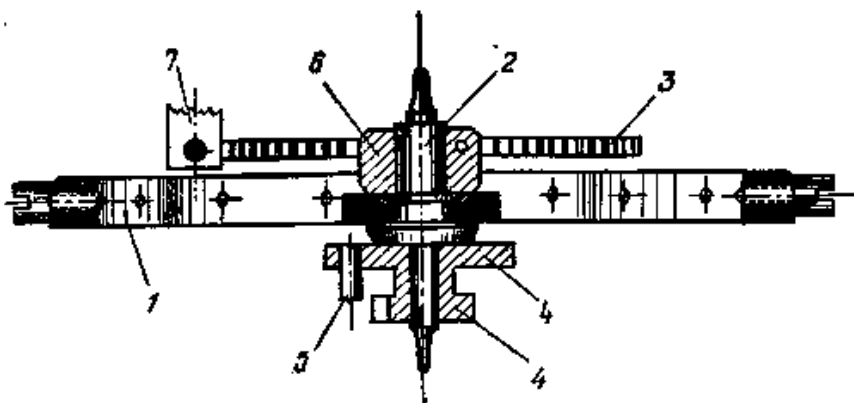

Рис. 2. Колебательная система:
- 1) колебательная система (рис. 2) — баланс с осью и спиралью, двойной ролик с эллипсом;